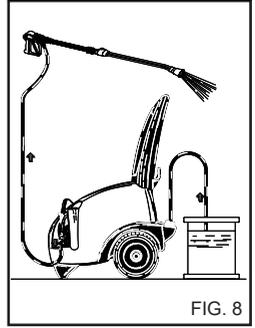

FIG. 8
Kun olet käyttänyt pesuainetta, pesuaineen syöttö pitää huuhdella puhtaalla vedellä. (Fig. 8).
1) Huuhtele korkeapaineinen vesipiiri pesuaineen käytön jälkeen: käytä pumppua 1 minuutin ajan annosteluhana täysin suljettuna. (Fig. 8).
- 4) Huuhtelee korkeapainediän vesipiiri pesuainediän käytön jälkeen: käytä pumppua 1 minuutin ajan annosteluhana täysin suljettuna. (Fig. 8).